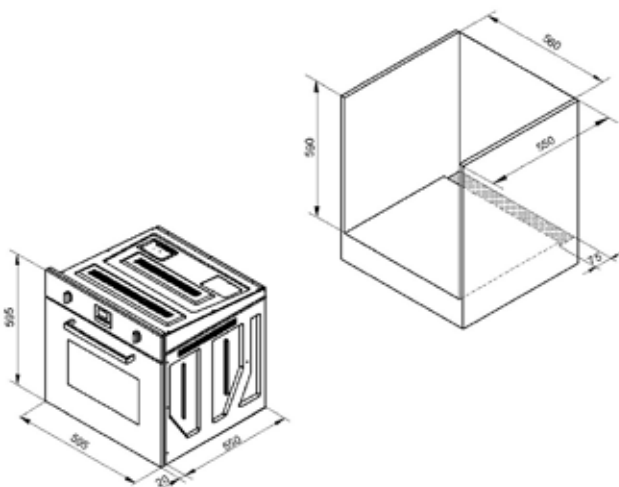
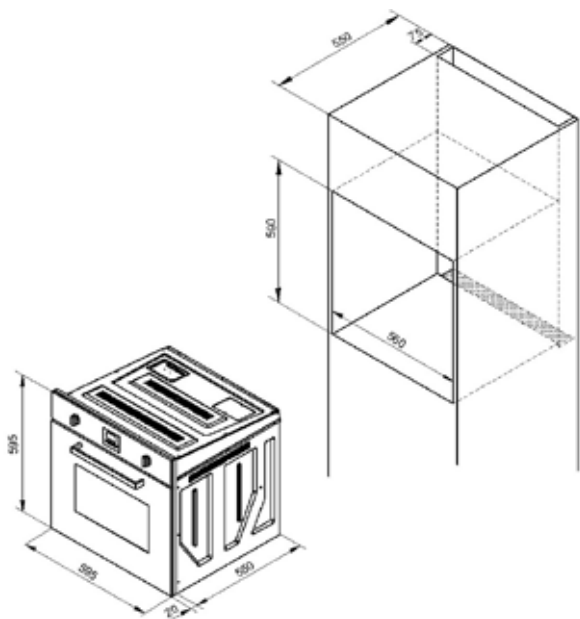

Figure 1
Figure 2
- ❖ ο φούρνος έχει σχεδιαστεί για εντοιχισμό σε κουζίνα. Μπορεί να τοποθετηθεί κάτω από τον πάγκο ή σε ένα ψηλότερο ντουλάπι. Δημιουργείστε ένα άνοιγμα όπως φαίνεται στο **Figure 1** και **Figure 2**
- ❖ Για την καλύτερη κυκλοφορία του αέρα η εγκατάσταση του φούρνου πρέπει να γίνεται σύμφωνα με το **Figure 1 και Figure 2**